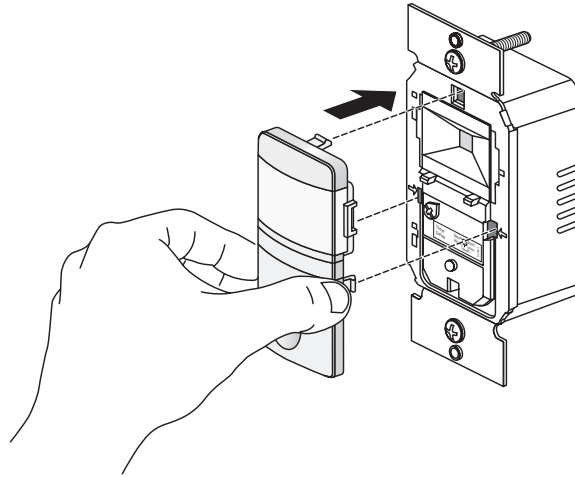

Fig. 7: Remplacement de la protection avant
3. Prenez une protection avant de la nouvelle couleur, placez le taquet supérieur en premier puis enclenchez chaque côté l'un après l'autre (voir la figure 7).